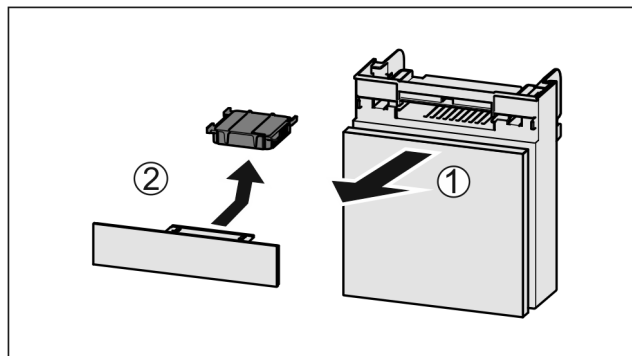

Fig. 112
- Estrarre il vano tirando in avanti Fig. 112 (1).
- Rimuovere il filtro a carboni attivi Fig. 112 (2).